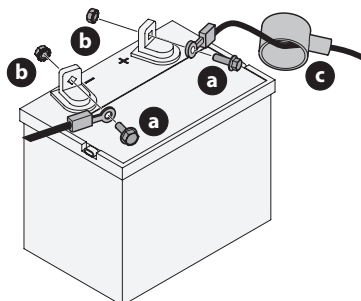

Figure 17
1. Retirez le protecteur en plastique, le cas échéant, de la borne positive. Connectez le raccord rouge à la borne positive (+) avec un boulon et un écrou (Figure 17).
2. Remplacez le capuchon rouge en caoutchouc (c) sur la borne positive (+) de la batterie pour la protéger contre la corrosion (Figure 17).
3. Retirez le protecteur en plastique, le cas échéant, de la borne négative de la batterie et fixez le câble noir à la borne négative (-) avec un boulon (a) et un écrou (b) (Figure 17).